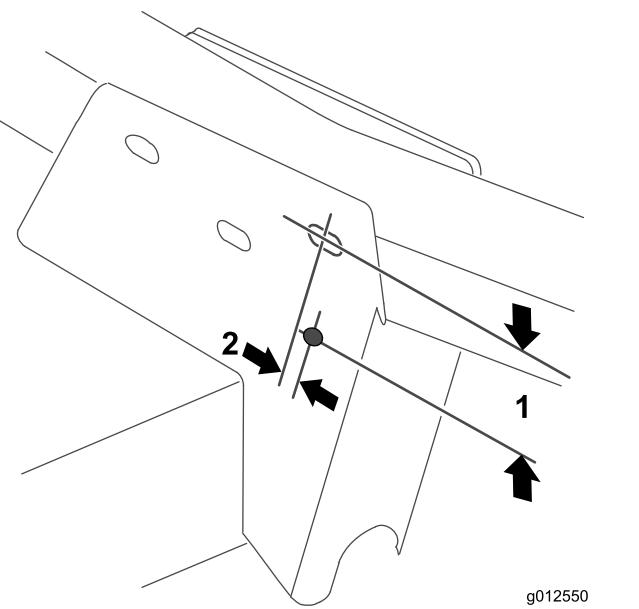

図 22
1. 図 22 に示す寸法に従って、右前キャスタームブラケットの両方の壁に、直径 8.7mm の穴を開ける。